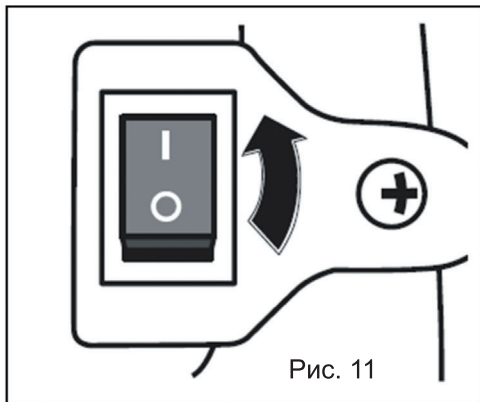

Рис. 11
• На ручке управления установите выключатель зажигания в положение «включено» - «I» (рис. 11).